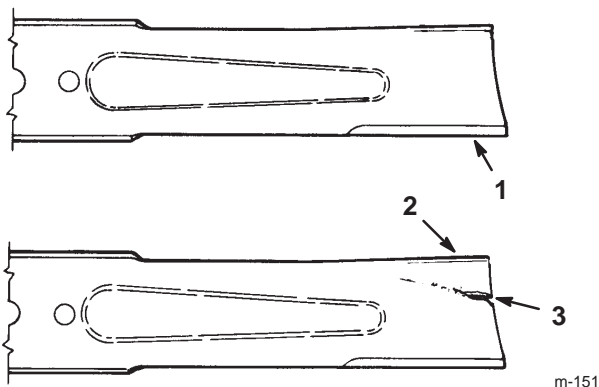

Bild 27
1. Untersuchen Sie die Schnittkanten (Bild 27). Bauen Sie, wenn die Kanten nicht scharf sind oder Kerben aufweisen, das Schnittmesser aus und schärfen Sie es. Siehe „Schärfen des Messers“ auf Seite 30.
2. Untersuchen Sie das Schnittmesser, insbesondere den gebogenen Bereich (Bild 27). Montieren Sie, wenn Sie Schäden, Verschleiß oder Rillenbildung in diesem Bereich feststellen (Bild 27), sofort ein neues Schnittmesser.